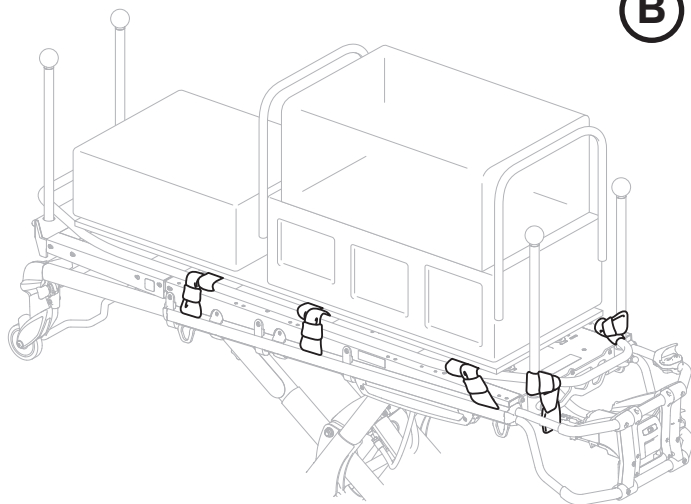

Figure 44
3. Vérifier que l'Aéroluge est fixée à la civière, comme le montre la Figure 44.